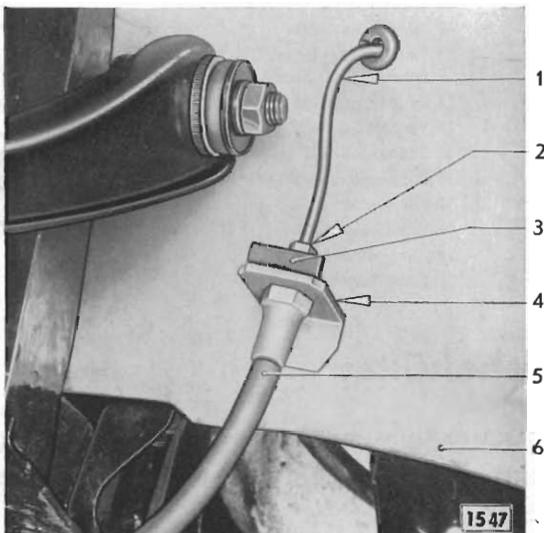

Bild 6 - Anordnung Bremsdruckschlauch am Radeinbau
1. An der Vorder- bzw. Hinterachse Bremsleitung aus Bremsdruckschlauch an der Stütze (6/4) am Radeinbau bzw. Wagenboden (7/3) herausschrauben. Dann Keil (6/3 bzw. 7/2) herausschlagen. Anschließend vorn Bremsdruckschlauch (6/5) aus Radbremszylinder herausschrauben. Hinten Bremsdruckschlauch (7/5) nach Heraus-schrauben der Bremsleitung und Herausschlagen des Keiles aus Stütze an der Hinterachsverlängerung abnehmen (Bild 6 und 7).